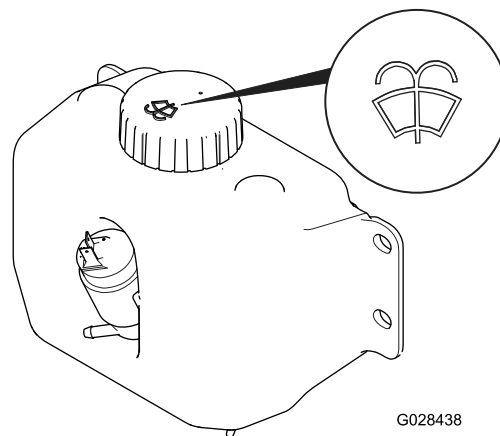

Figura 54
2. Abra el capó y localice el depósito del líquido del parabrisas (Figura 54).